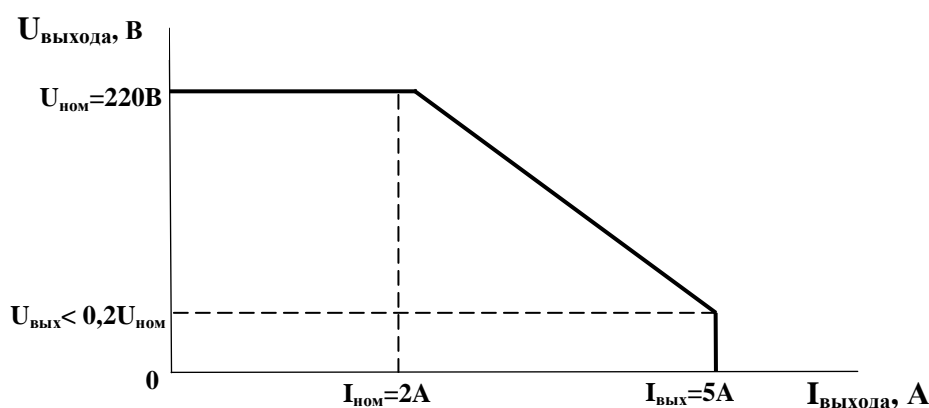

Рис.1
*В ИПС-500-220В/220В-2А-D реализована функция динамической перегрузочной способности по току, что позволяет обеспечить селективную защиту вторичных цепей источника питания при наличии нескольких нагрузок. При возникновении короткого замыкания в одной из цепей произойдет увеличение выходного тока ИПС до $2,5 I_{\text{ном}}$ и, вследствие этого, отключение только поврежденной нагрузки. Зависимость выходного напряжения ИПС от выходного тока приведена на рис.1.